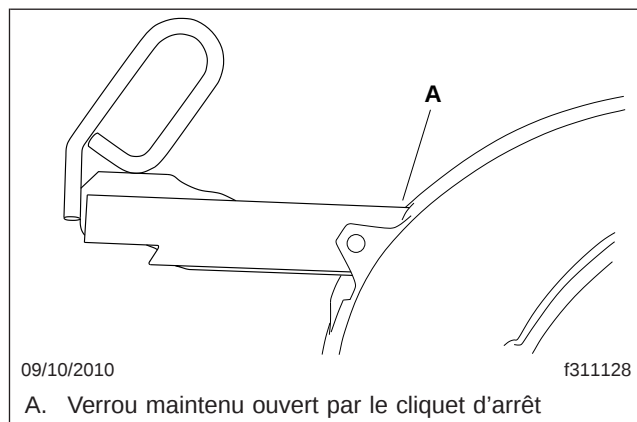

Fig. 17.7, Poignée de désengagement Jost déverrouillée
2. Ouvrez les verrous de pivot d'attelage. Voir la figure 17.7.
6.3 **Jost** : Tirez la poignée rétractable vers l'extérieur, puis bloquez-la à la position ouverte à l'aide du cliquet. Voir la figure 17.7.